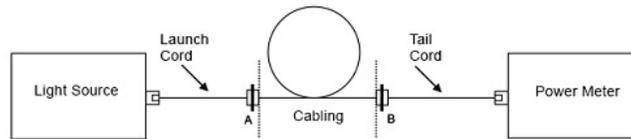

図 8. 減衰測定
- b. 測定を行い、基準測定の結果と比較します (図 8 参照)。